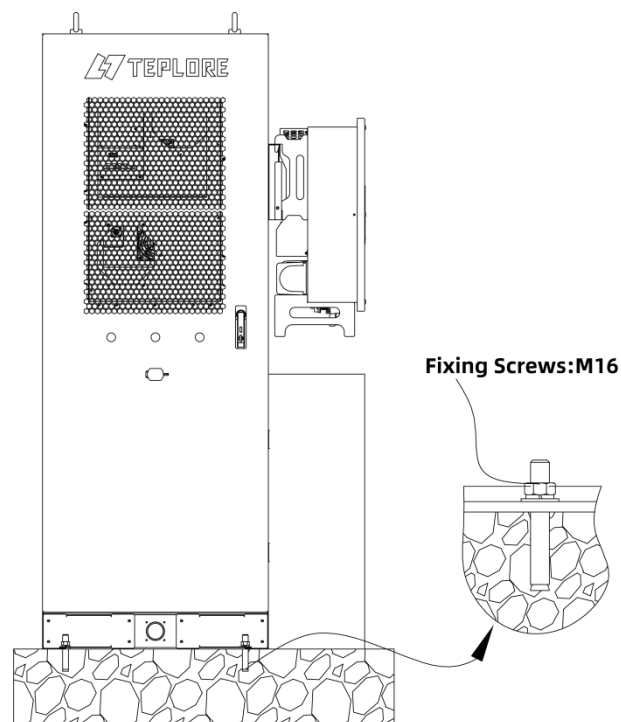

Abbildung 6-1 Schrauben am Schrank
Schritt 2: Befestigen Sie die Ausrüstung an allen vier unteren Ecken mit M16-Befestigungselementen, wie in Abbildung 6-1 dargestellt.